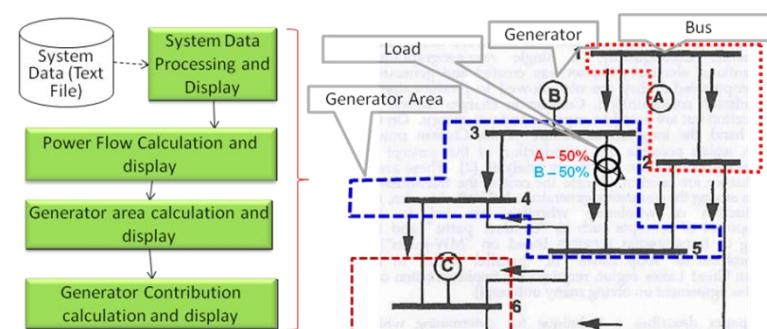

図2 電力の仮想的な「色づけ」
- 系統情報に基づいて、開発したシミュレータにて、「電力の仮想的な色づけ」手法を用いて、対象配電系統に接続しているEVごとの充放電パターンを算出します（図2）注。